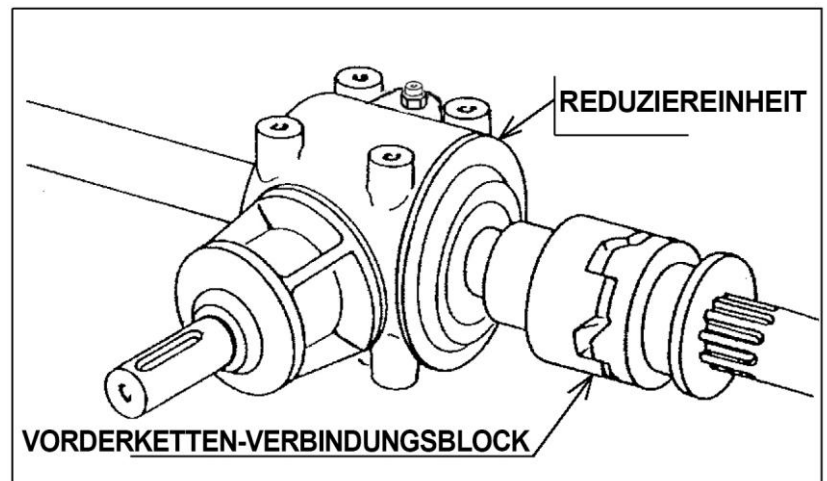

Abb. 8
8. Ein spezieller Mechanismus / Kettenvorder-Verbindungsblock (Abb.8) erlaubt es, beim Öffnen der hinteren Klappe die Bewegung der Hauptkette zu unterbrechen. Es ist ratsam, diesen Mechanismus alle 10 Arbeitsstunden (jeden Tag) zu schmieren.
*Es ist möglich, die hintere Klappe zu öffnen und dann zu schließen, ohne die Zapfwelle anzuhalten, indem man darauf achtet, die Anzahl der Umdrehungen der Zapfwelle zu reduzieren, wenn die hintere Klappe schließt, um eine starke Belastung des Kettenvorder-Verbindungsblocks zu vermeiden (Abb.8).
9. Um den Druck des Ballens anzupassen, Hebel E (Abb. 8/A, Detail B) zwischen 1 (Minimaldichte) und 5 (Maximaldichte) bewegen.
Für weitere Anpassungen des Drucks auf den Ballen Feder Nr. 4 Abb. 8/A innerhalb der Grenzen von 1 bis 3 (Abb. 8/A - Detail "C") verkürzen oder verlängern mit Hilfe von Stange 10 mit ihren Muttern.